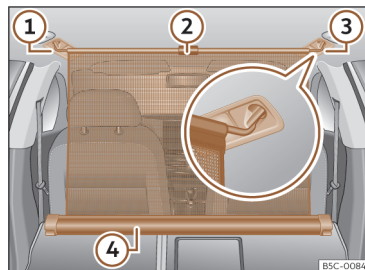

Fig. 192 Na bagageira: rede de separação fixa com os encostos do banco traseiro rebatidos.
- Puxe a aba para acima >>> Fig. 192 ② para tirar a rede da carcaça ④.
- Prender a rede de separação do lado esquerdo ou direito >>> Fig. 192 ③ (imagem ampliada).
- Prender a rede de separação no alojamento do outro lado >>> Fig. 192 ① puxando a barra.
A rede de separação está montada corretamente quando as extremidades em forma de T estão fixas com firmeza nos alojamentos correspondentes >>> Fig. 192 ③ e ①.
- Enrole a rede na carcaça >>> Fig. 192 ④ baixando-a manualmente.